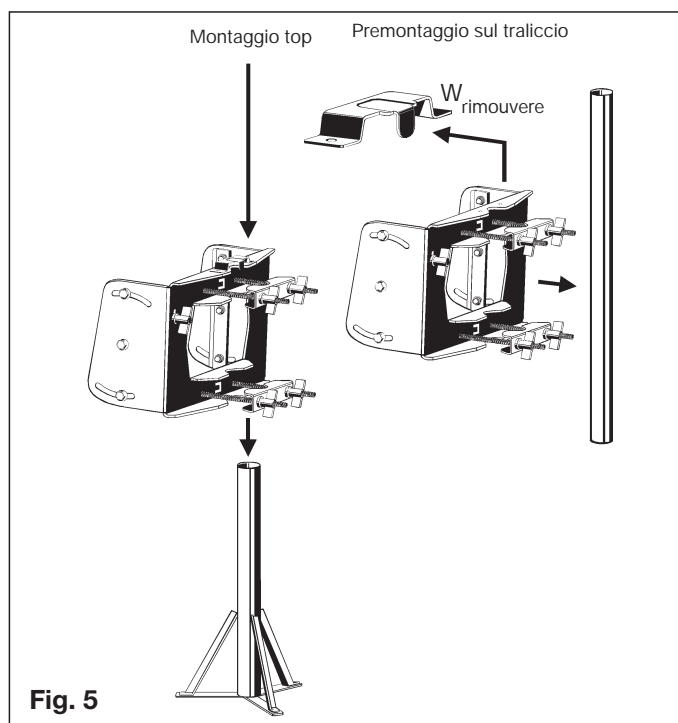

Fig. 5
b) Montaggio del sostegno (fig. 5)